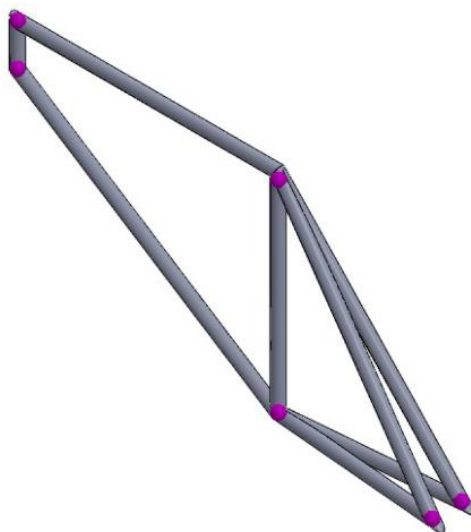

Рисунок 9.32 –Зварна конструкція з відображенням вузлів
3. Виберіть **Static**, якщо він ще не вибраний за замовчуванням, і введіть назву дослідження **Frame** (Рама) у полі **Name** у **PropertyManager**. Потім натисніть **OK**; у **FeatureManager Design Tree** з'явиться новий вузол із назвою **Frame**. Також у графічній області будуть відображені вузли (рис. 9.32).